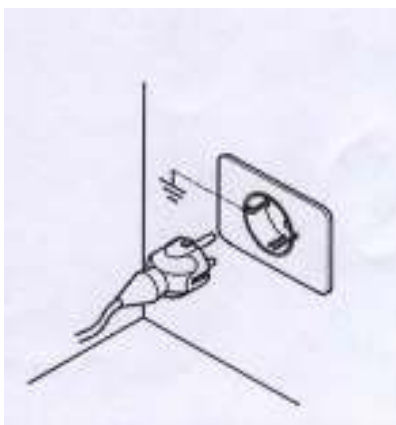

Figura 12
- Branșați termoșemineul într-o priză care are împământare. Figura 12,